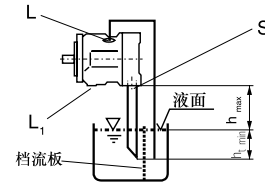

图 4
b) 当油箱的最低液面比泵的上端低时，“L1”口堵，“L”口以及有可能“S”口的管道连接见接管见图4。情况如同1.2.1节。
a) 如安装在油箱之上，请见图4。